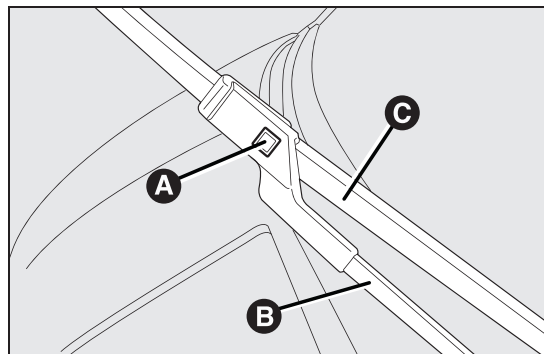

fig. 137
- ☐ til de wisserwerm A fig. 137 van de voorruit en plaats het wisserblad onder een hoek van 90° ten opzichte van de arm;
- ☐ druk op de knop A en verwijder uit de arm B fig. 137 het wisserblad C fig. 137;